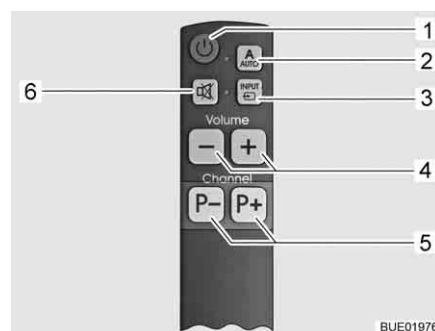

Bild 27 Enkel fjärrstyrning (tillval)
- Tryck in knapparna AUTO (Bild 26,2 eller Bild 27,2) i 1 sekund. På så sätt slås TV-apparaten och styrenheten på.
- Tryck in programvalknapparna (Bild 26,4 eller Bild 27,5) tills önskat TV-program valts.
- Tryck in INPUT knappen (Bild 26,3 eller Bild 27,3) tills önskad signalkälla valts.
- För att gå tillbaka till satellitkanalvisningen, tryck in knappen INPUT (Bild 26,3 eller Bild 27,3) tills signalkällan DVB-S2 valts.
- Tryck in knapparna AUTO (Bild 26,2 eller Bild 27,2).
- Tryck in knapparna TV-apparat på/av (Bild 26,1 eller Bild 27,1). Styrenheten slås inte på, antennen stannar kvar i parkeringsläge.
- Tryck in INPUT knappen (Bild 26,3 eller Bild 27,3) tills önskad signalkälla (t. ex DVD) valts.
- För att slå av TV-apparaten, tryck in knapparna TV-apparat på/av (Bild 26,1 eller Bild 27,1).